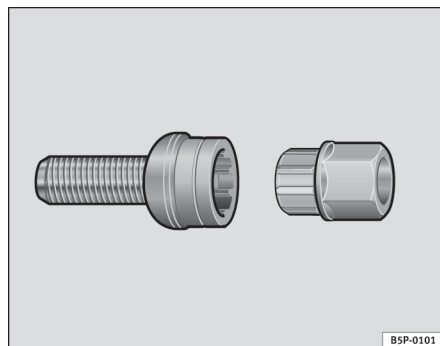

Fig. 193 Viti antifurto
- Inneastare l'adattatore nella vite antifurto, spingendolo fino in fondo ⇒ **fig. 193**.